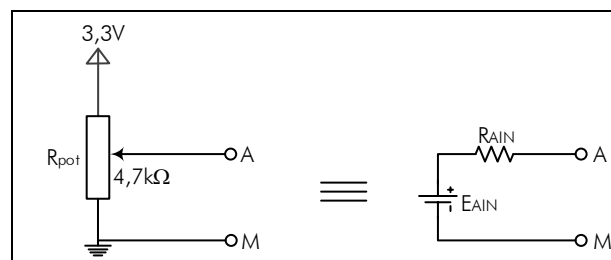

Figure 2
- On utilisant le modèle de Thévenin de la figure 2. Déterminer la valeur maximale de la résistance aux bornes AM?